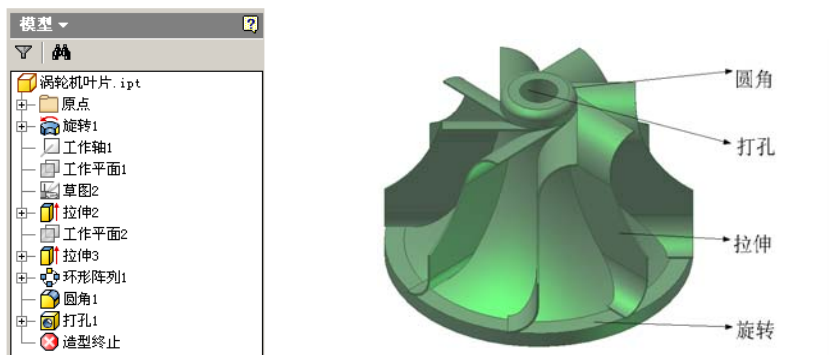

图 1-9 Inventor 中的零件图以及零件模型
(1) 基于特征：指在参数化造型环境中，零件是由特征组成的，所以参数化造型也可成为基于特征的造型。参数化造型系统可把零件的结构特征十分直观地表达出来，因为零件本身就是特征的集合。图1-9是用Autodesk公司的Inventor软件做的零件图，左边是零件的浏览器，显示这个零件的所有特征。浏览器中的特征是按照特征的生成顺序排列的，最先生成的特征排在浏览器的最上面，这样模型的构建过程就会一目了然。